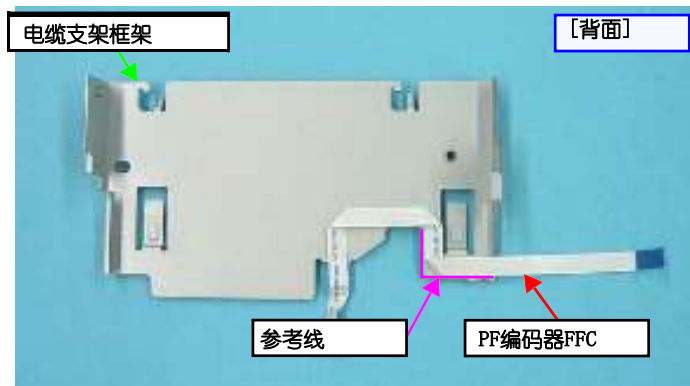

图1-74。卸下PF编码器FFC
- 安装电缆固定架时，请将PF编码器FFC与图1-74所示的参考线连接 (第47页)。